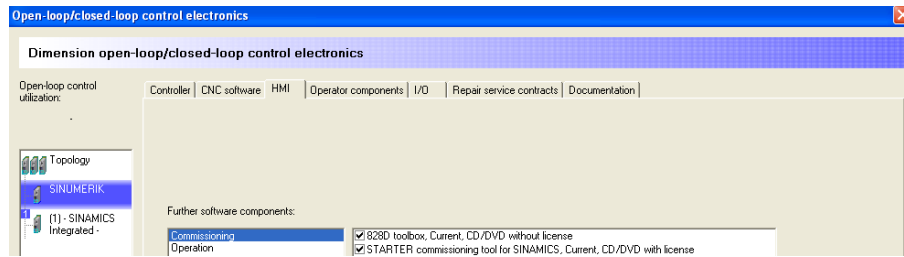

Figura 3.2.116 “HMI”
- **HMI** (figura 3.2.116): en esta pestaña se pueden seleccionar otro software adicional para el trabajo con el controlador. En este punto se ha decidido completar el paquete software con los programas de puesta en marcha *828D toolbox* que es un paquete de software que ofrece todas las herramientas necesarias para la puesta en marcha del controlador y *STARTER commisioning tool for SINAMICS* con el